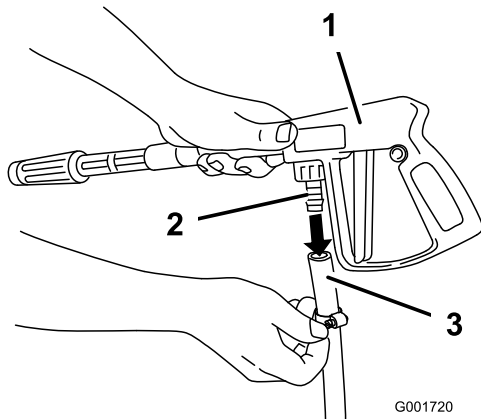

Figura 35
4. Conecte el extremo de la manguera al acoplamiento de la pistola de fumigación (Figura 35), y sujete el extremo de la manguera con la abrazadera pequeña.